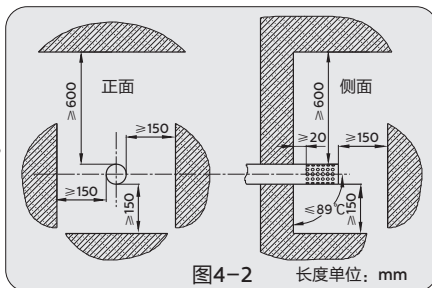

图4-2 长度单位: mm
- 8、排烟口出口必须设置在室外。热水器使用时，排气管出口可能有冷凝水滴落，安装时应注意不要影响他人。排气管出口距周围物体的间距如图4-2所示。